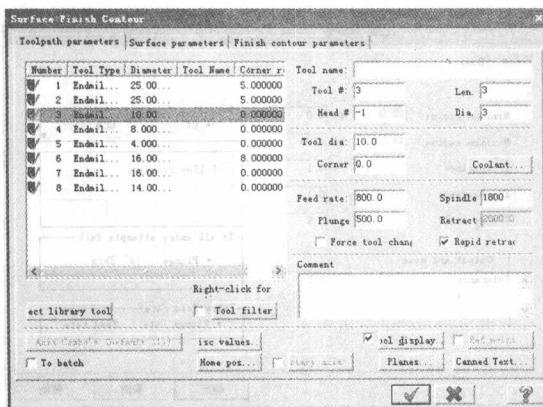

图 1-23 等高外形刀路刀具参数
③ 选择完毕后，系统弹出等高外形刀路对话框，进入如图 1-23 的界面，选取合适的刀具及刀具参数。